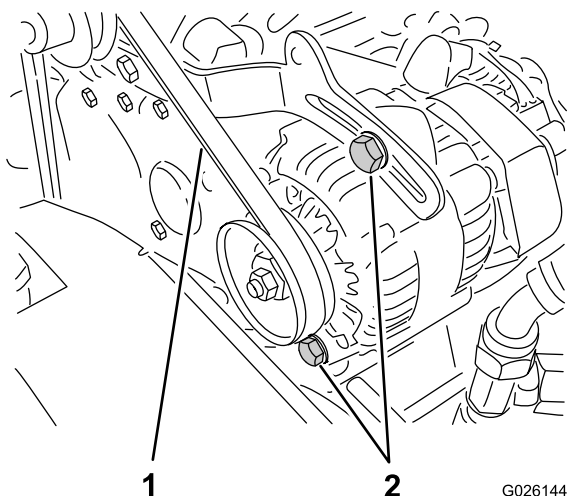

Figura 66
2. Verifique a tensão pressionando a correia a meio curso entre o cárter e as polias do alternador com uma força de 10 kg (Figura 66).
- A. Desaperte os 2 parafusos de fixação do alternador (Figura 66).
B. Utilizando uma barra de apoio, rode o alternador até atingir uma tensão adequada da correia; depois, aperte os parafusos de montagem (Figura 66).